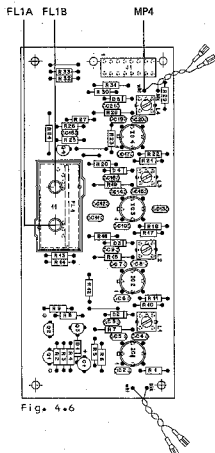

Fig. 4-6
- Mettez le tuner sous tension et raccordez la fréquence-mètre au point de mesure MP4 (1.726.740, fig. 4.6).